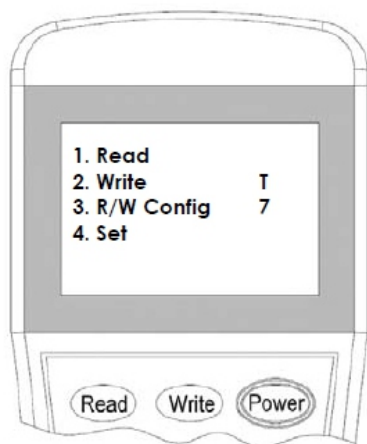

Figura 10
3. Ligue o programador e pressione o botão “3” para entrar no modo de configuração (Figura 10).